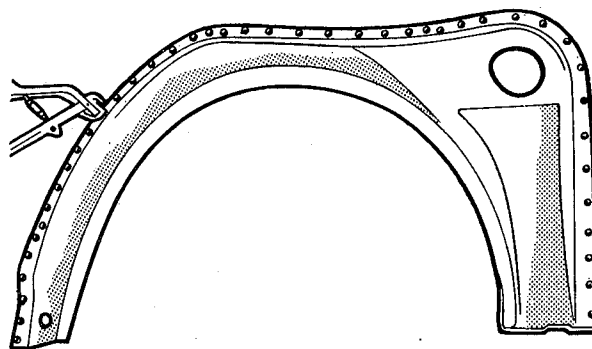

fig. 163
4. Puncionar e furar as abas de solda do painel de reposição, utilizando uma ferramenta de puncionar (fig. 163)